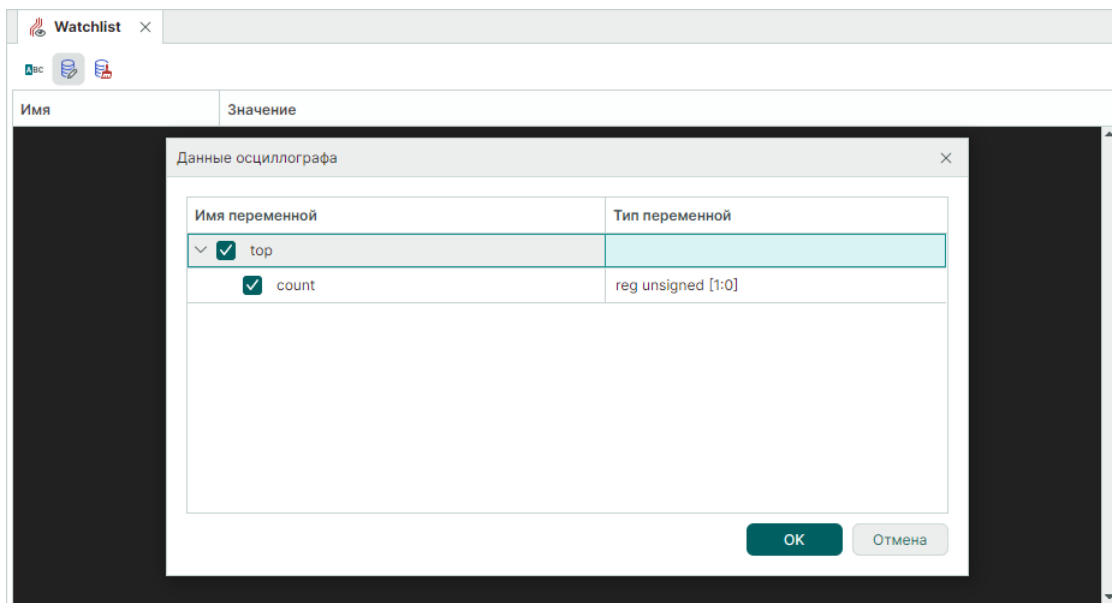

Рис. 53 Выбор данных
4. В открывшемся окне выберите данные путем установки флага рядом с данными, которые необходимо обработать и отобразить, см. Рис. 53. Нажмите «ОК».